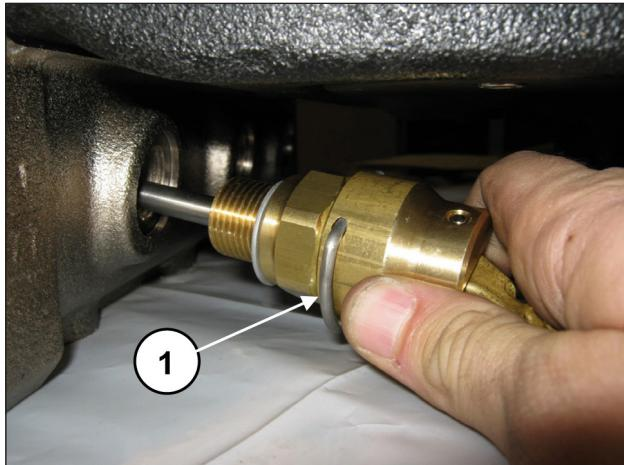
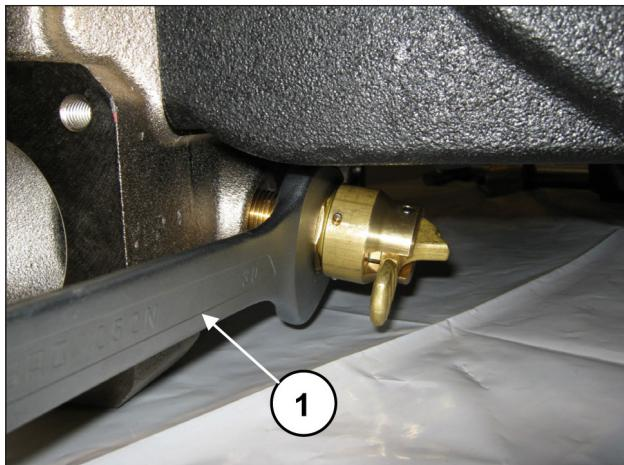

Fig. 150
Fig. 151
Aplique os dispositivos de abertura das válvulas (pos. ①, Fig. 150) e aperte-os mediante chave de 30 mm (pos. ①, Fig. 151).